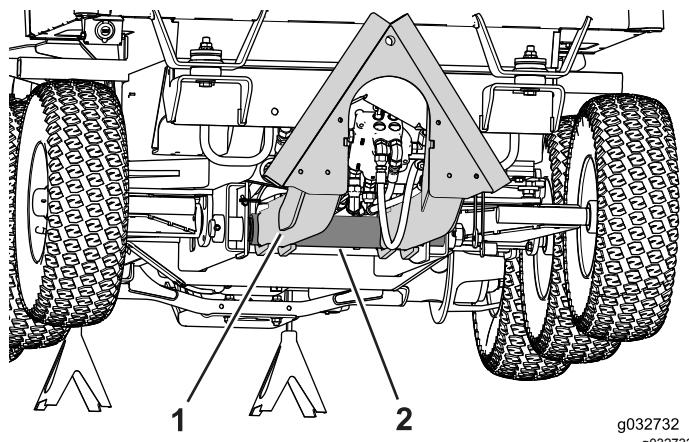

図 87
3. 冬用フレームのアタッチメントアーム用のピボットポイントを探し出す図 87。